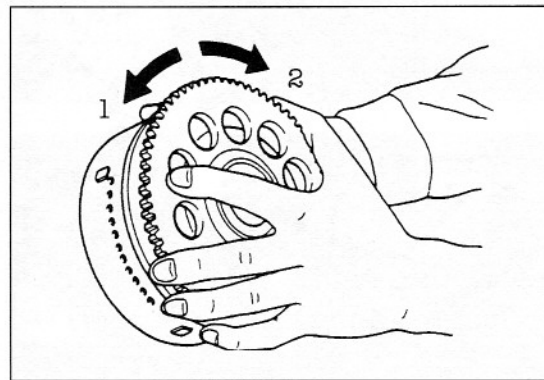

Bild 151
-  Freilaufrad muss sich in Richtung ① (Bild 151) frei durchdrehen lassen und Richtung ② sperren.